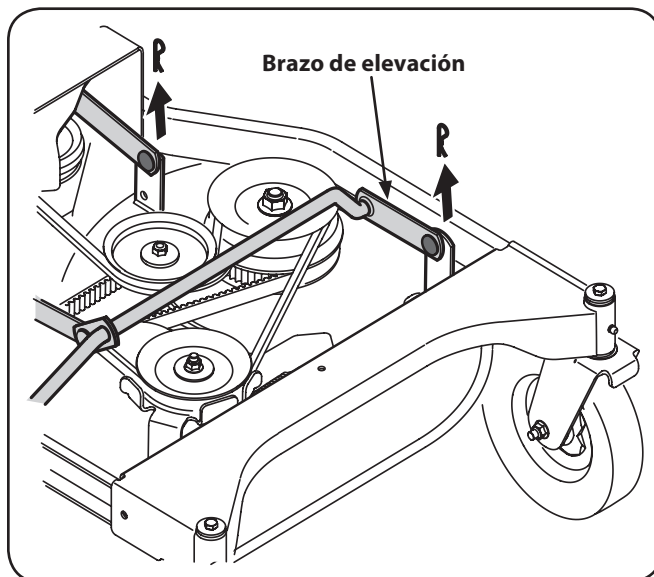

Figure 7-3
7. Mire la plataforma de corte desde el lado izquierdo y saque con cuidado los pasadores horquilla que sujetan los soportes de la plataforma a los laterales posterior y anterior izquierdos de la plataforma. Vea Figure 7-3.
9. Retire con cuidado los soportes delanteros de la plataforma de los brazos de elevación de la plataforma, Figure 7-3.